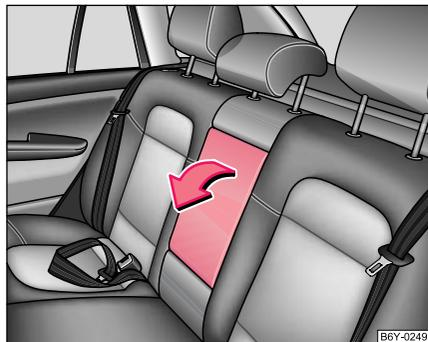

Abb. 76 Rücksitze:
- Die Armlehne können Sie zur Komforterhöhung herunterklappen ⇒ Abb. 76. ▶